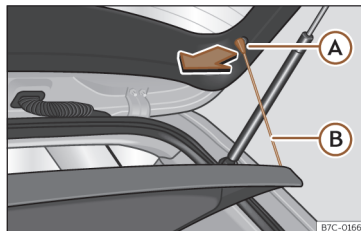

Fig. 185 Na bagageira: desmontar e montar a chapeleira.
- Desengate os tirantes de fixação >>> **Fig. 185** **B** dos alojamentos **A**.
- Engate os tirantes de fixação >>> **Fig. 185** **B** na porta da bagageira.